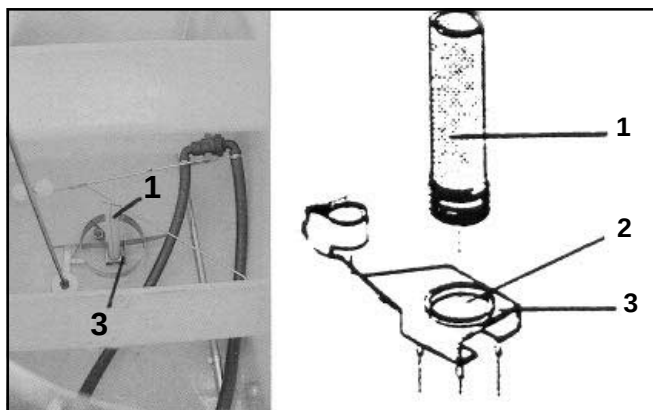

Fig. 12.4
Vi anbefaler kvælstoffilteret (Fig. 12.4/1), så der ikke kommer gødningssklumper i sugedområdet under påfyldningen, der kan tilstoppe filterhanen.
- Proppen skrues af åbningen (Fig. 12.4/ 2) i beholdersumpen.
- Kvælstoffilteret skrues i åbningen (Fig. 12.4/3).